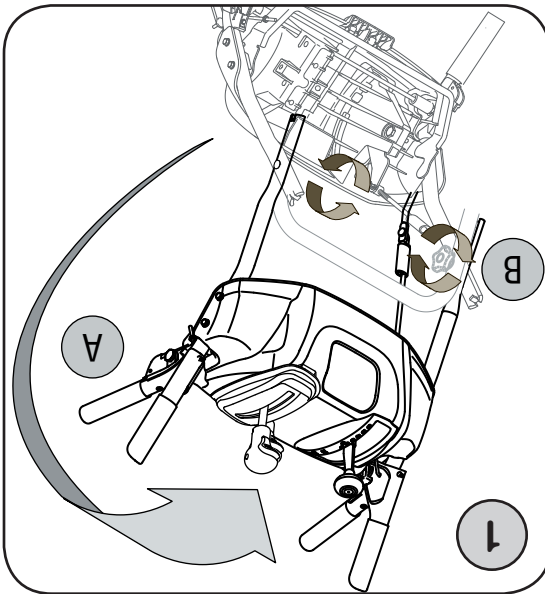

Figure 1
- a. Redressez le guidon supérieur de la façon illustrée à la Figure 1. Alignez le guidon supérieur avec le guidon inférieur.